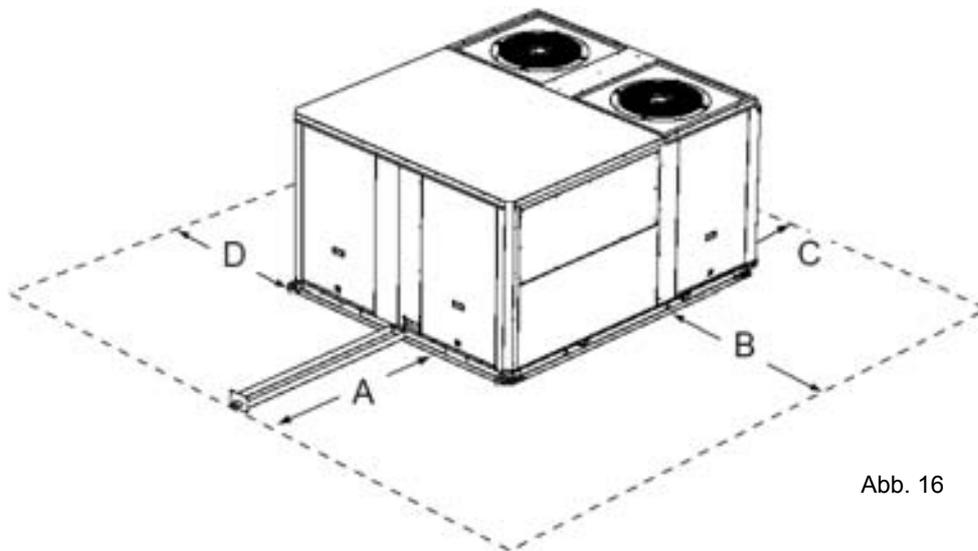

Abb. 16
- Messen Sie den Rahmen diagonal von Ecke zu Ecke (s. Abbildung 16). Die Abmessungen müssen gleich sein, damit der Rahmen rechteckig ist.